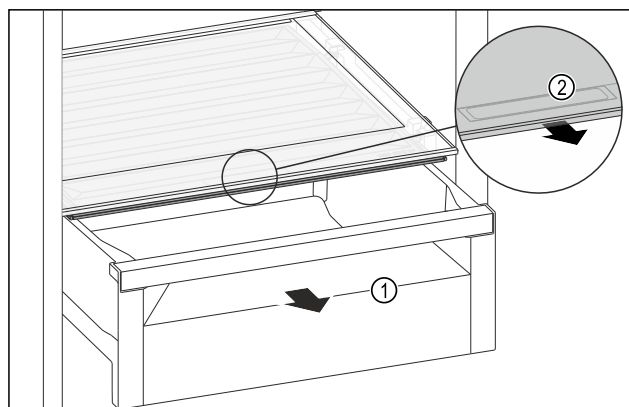

Fig. 169
- Retirer le tiroir *Fig. 169 (1)*.
- Saisir la poignée encastrée *Fig. 169 (2)* du couvercle du compartiment et tirer le couvercle du compartiment par l'avant.